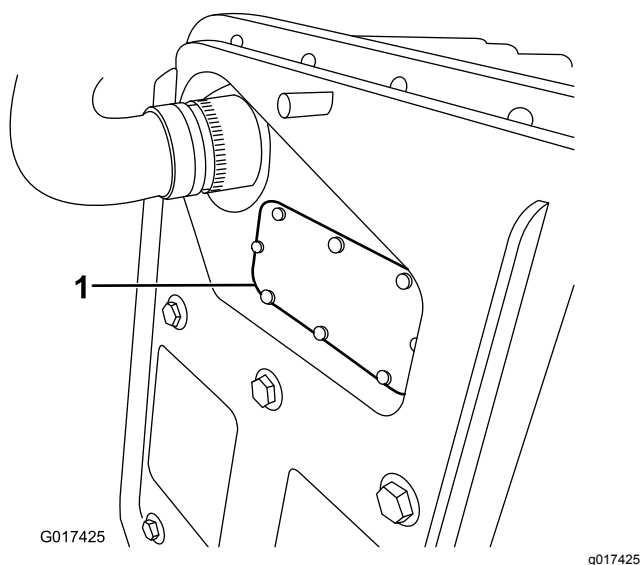

Figure 41
- B. Enlevez le couvercle de fusible (Figure 41).